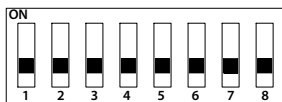

Fig. 3.f
**Konfiguration med DIP-omkopplare:** Konfigurationen ska utföras innan befuktaren tas i drift (standardpositionen visas i fig. 3.f).